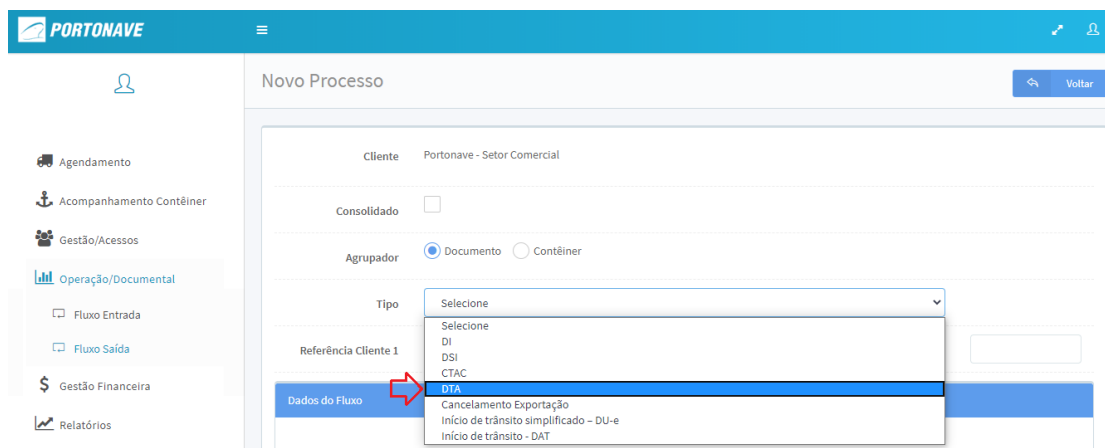

Figura 04 – Tela Informações do Processo.
- 3- Na opção **Tipo**, selecione o processo correspondente – **DTA (Figura 04)**;